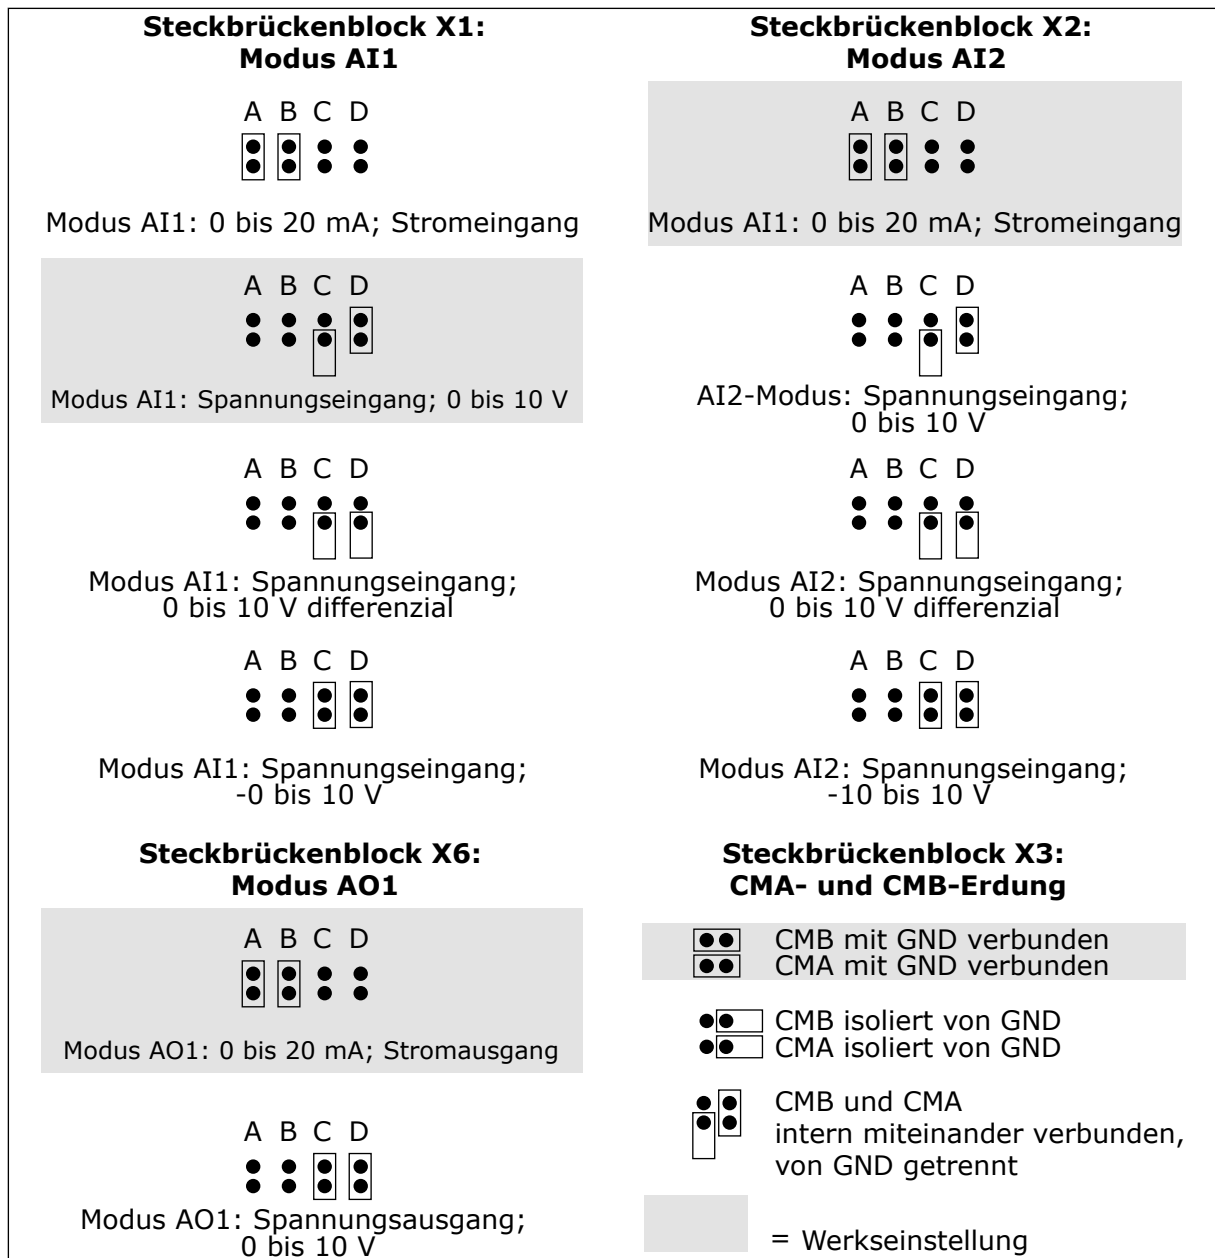

Abb. 26: Steckbrückenauswahlen für OPTA1
*) Siehe Abb. 26 Steckbrückenauswahlen für OPTA1.